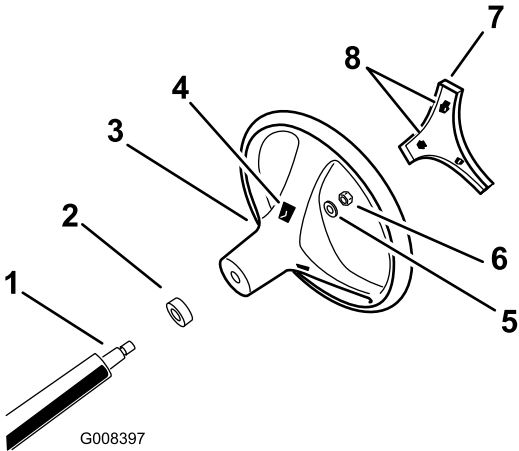

图3
- 如**图3**所示使用锁紧螺母将方向盘固定到转向轴上上紧扭矩至 2429N·m。
- 将盖上的凸耳与方向盘中的凸耳槽对准将中心盖卡入方向盘轮毂**图3**。